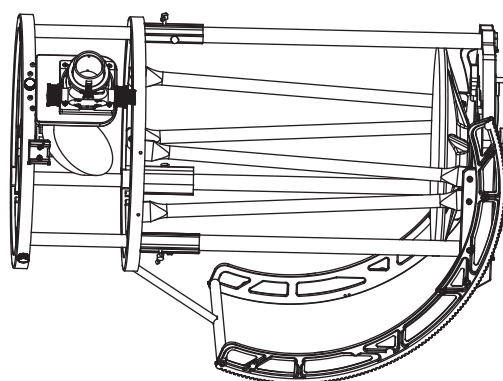

Рис. 1.2
4. Установите продольный опорный стержень между оправой и поперечным опорным стержнем и зафиксируйте его с помощью винта M5x14 со стороны оправы, и с помощью винта M5x25 — с другой стороны (см. рис. 1.2).